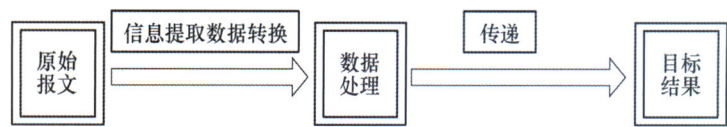

图4 数据处理模块
(2) 数据处理功能 如图4所示，该模块分为两部分，第一部分将ETC2报文按照一定的规则进行拆分，其拆分信息按照设计的逻辑进行计数。第二部分将其统计次数按照设定格式储存为文本格式。数据处理功能是核心功能。